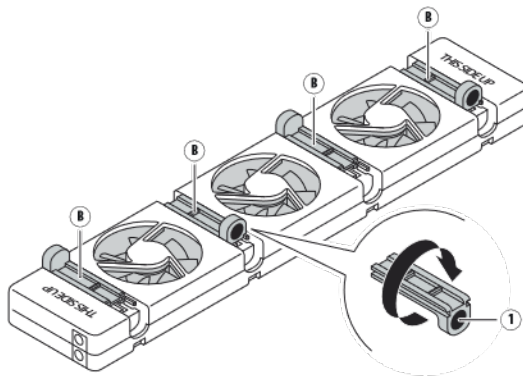

Fig. 5 - Repositionnement des aimants réglables dans le **SpeedComfort (A)**.
1. Tournez les **aimants réglables (B)** de manière à ce que l'**aimant (1)** soit au-dessus (voir fig. 5). Retirez le petit bloc situé à l'opposé des aimants réglables dans le boîtier. Veuillez éliminer le petit bloc comme un déchet plastique.
2. Régler les **aimants réglables (B)** à la bonne largeur.
3. Répétez les étapes 1 à 7 comme pour le radiateur large. Utilisez les **aimants réglables (B)** pour suspendre le **SpeedComfort (A)** entre les plaques (voir fig. 5 et 6). Vous pouvez aligner le **SpeedComfort** sur l'avant du radiateur.